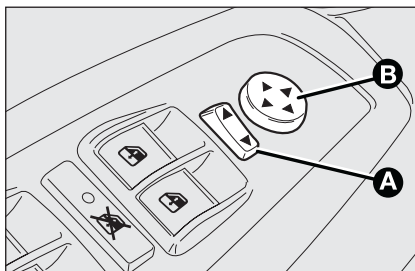

fig. 35
- ☐ mediante el selector **A**-fig. 35 seleccione el espejo (izquierdo o derecho) que desea regular;